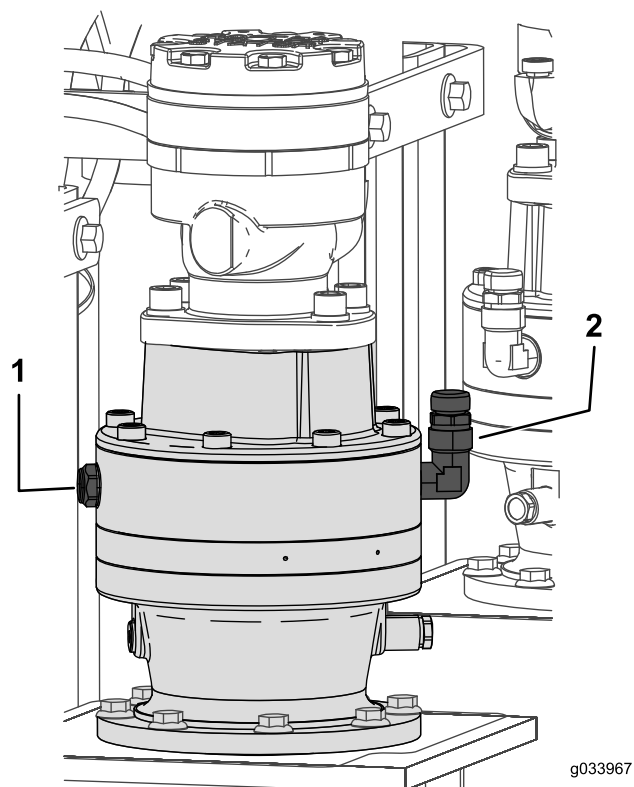

Figura 99
1. Compruebe el nivel de aceite de la mirilla en cada transmisión planetaria de la estaca inferior (Figura 99).
2. Retire el tapón del respiradero y coloque aceite en la transmisión planetaria hasta que el nivel del aceite en la mirilla esté al menos lleno hasta la mitad (Figura 99).